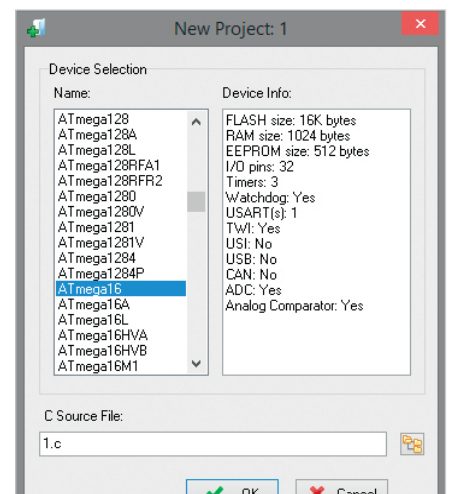

Рис. 9. Выбор микроконтроллера ATmega16 в окне New Project
- в открывшемся окне New Project в поле Name выполним выбор микроконтроллера ATmega16 (рис. 9), под